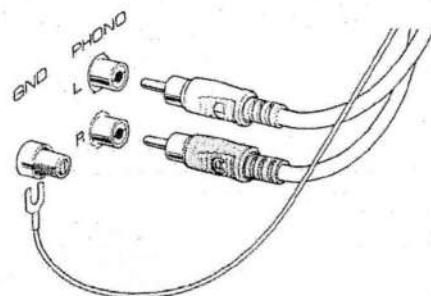

図16
- ①キャビネット背面から出ている出力コードを、L、Rを間違えないようにオーディオアンプのPHONO端子に接続します。白がL（左）チャンネル、赤がR（右）チャンネルです。
- ②出力コードから出ている黒のアース線を、オーディオアンプのGND端子に接続します。（図16）アンプによってはアース線を接続しない方がハム雑音に対してよい結果を得ることができますので、ハム雑音の少ない方を選んでください。
- ③接続するオーディオアンプに入力インピーダンス切り換えスイッチがある場合は、ご使用カートリッジの推奨負荷インピーダンスに一番近い値のポジションにセットしてください。
- ④プレーヤーの電源プラグをACコンセントかアンプの予備電源コンセントに接続します。